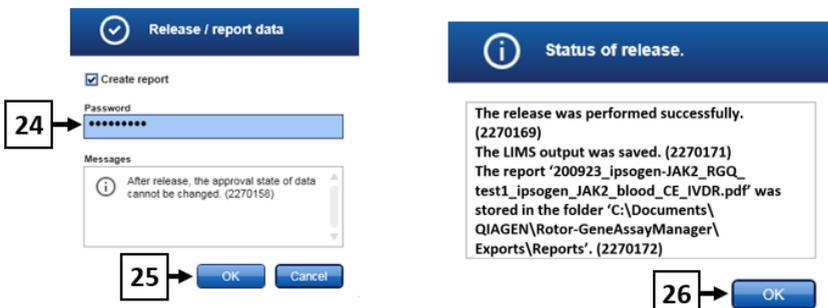

Figura 20. Rilascio e report dei risultati. 24: Password utente. 25-26: Pulsante OK per selezionare.
- Immettere la password se richiesto, verificare la casella **"Create report"** (Crea report) e fare clic su **"OK"** (Figura 20, numeri 24 e 25). Il report viene generato in formato PDF e salvato automaticamente nella cartella predefinita. Il percorso predefinito per la cartella è:
- Chiudere il file pdf e tornare a Rotor-Gene AssayManager. Fare clic su **"OK"** quando viene richiesto (Figura 20, numero 26).